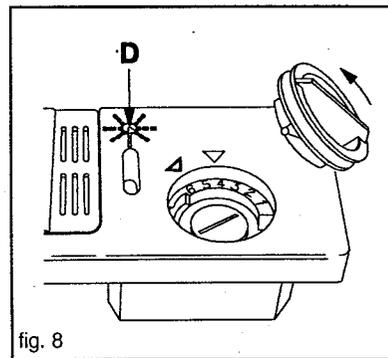

fig. 8
- Tourner le couvercle du réservoir d' 1/4 de tour dans le sens anti-horaire et le retirer (fig. 8).